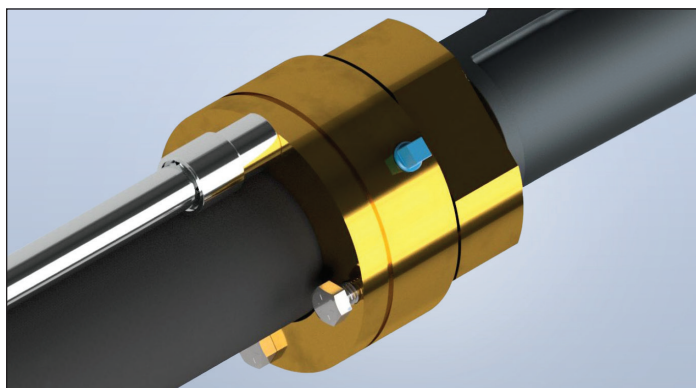

Figure 1-12
14. Serrez les boulons hexagonaux en alternance jusqu'au couple indiqué au Tableau 1 (figure 1-12). Veuillez noter que le raccord **TracPipe** PS-II est conçu pour former un joint étanche sur le tube en acier inoxydable lors du serrage. **NE SERREZ PAS trop les boulons.** Lorsque le raccord est complètement serré, il devrait y avoir un petit écart uniforme sur la circonférence du raccord entre la bride avant et le corps de la bride.